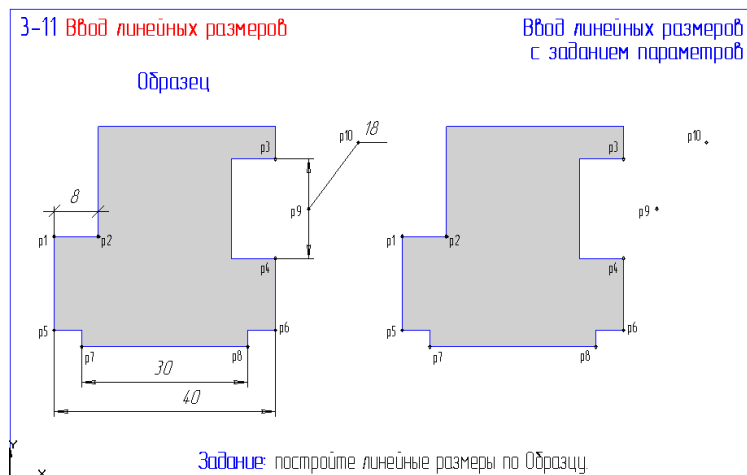

Рис. 17
19. Откройте файл фрагмента 3-11 (рис. 17) и выполните простановку линейных размеров с заданием параметров размеров (кнопка на панели специального управления). Результат сохраните.